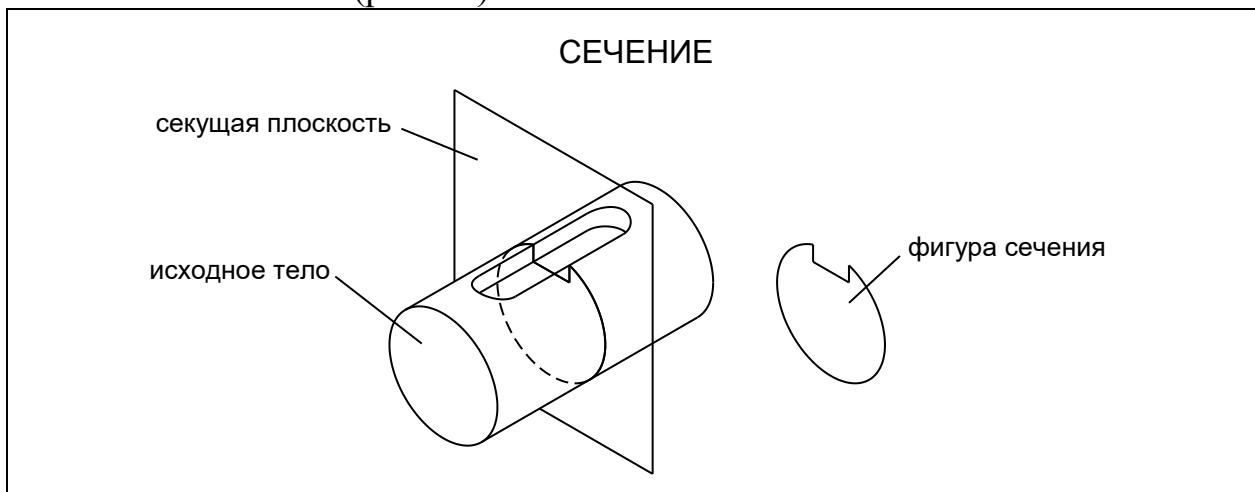

Рис. 17
*Сечение* представляет собой фигуру, которая получается при рассечении тела плоскостью (рис. 17).
Сечение представляет собой *область*, при этом исходное тело остается неизменным. Сечение создается непосредственно в секущей плоскости (на рис. 17 фигура сечения также показана отдельно).